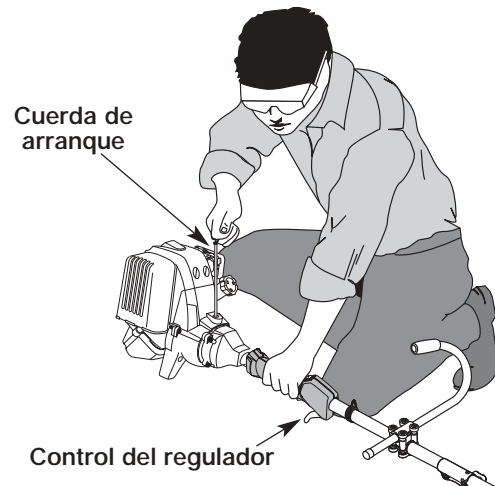

Fig. 12
ADVERTENCIA: Evite los arranques accidentales. Colóquese en posición de inicio cuando tire de la cuerda de arranque (Fig. 12). El operador y la unidad deben estar en una posición estable al arrancar la unidad para evitar graves lesiones personales.
5. Con la unidad en la posición de arranque (Fig. 12). **NO APRIETE EL CONTROL DE ACELERACIÓN**, hale la cuerda de arranque con fuerza 5 veces. Si la unidad empieza a funcionar antes de la quinta tirada de la cuerda, avance hacia el paso 6.
1. Saque la mano del control del regulador (Fig. 12). Deje enfriar el motor en mínima.